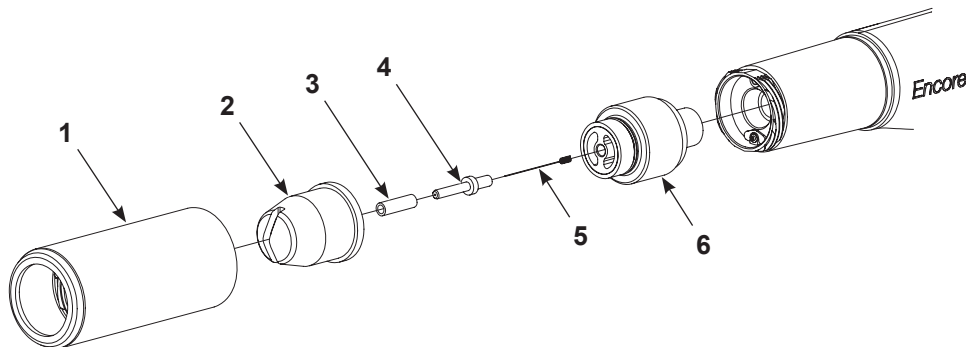

Figura 9 Limpieza de una boquilla de aplicación plana/en esquina
1. Ver la Figura 9. Desatornillar la tuerca de la boquilla (1) en sentido antihorario
2. Extraer la tuerca de la boquilla (1) y la boquilla (2) de la pistola de aplicación. Extraer la boquilla de la tuerca y limpiar ambas con aire comprimido a baja presión y paños limpios. Sustituir si está desgastada o dañada.
4. Examinar el manguito de desgaste (3) y el portaelectrodo (4). Si alguno de ellos está desgastado o dañado, sustituirlo por el kit de portaelectrodo de aplicación plana.
- a. Desatornillar el portaelectrodo y el manguito del conjunto del portaelectrodo (6).
- b. Instalar el nuevo manguito (3) encima del nuevo portaelectrodo (4).
- c. Instalar el electrodo (5) en el nuevo soporte y, a continuación, atornillar el soporte en el conjunto del portaelectrodo (6).
6. Instalar la boquilla (2) en el portaelectrodo (4) y, a continuación, atornillar la tuerca de la boquilla (1) en el cuerpo de la pistola de aplicación en el sentido de las agujas del reloj hasta que quede apretada con los dedos.